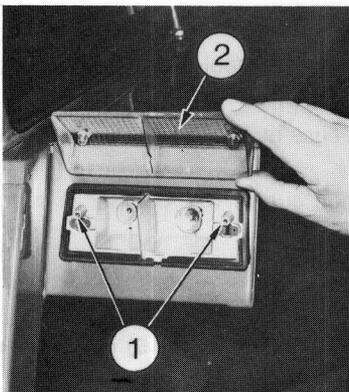

Fig. 40
- 1 – (Fig. 40). Déposer les deux vis (1) et soulever le couvercle (2).